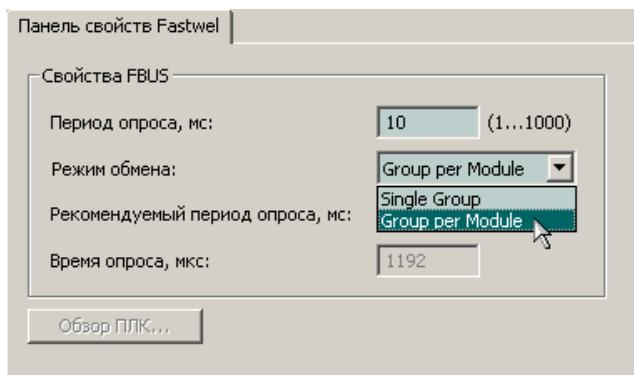

Рис. 13. Установка режима индивидуального опроса модулей ввода-вывода
3. Для установки режима индивидуального опроса модулей выберите соответствующую опцию для параметра **Режим обмена** сервиса ввода-вывода, как показано на рис. 13. Параметр **Период опроса, мс** определяет период (в миллисекундах), с которым будет выполняться информационный обмен с модулями ввода-вывода, добавленными в конфигурацию контроллера на следующих шагах.